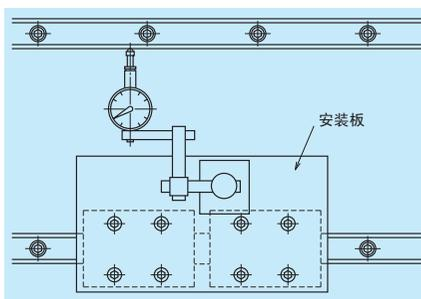

图 10.15 平行度测试
③ 底座的调整侧导轨安装面也有挡边时，请重复上述①~②的步骤进行安装。
④ 当底座的调整侧导轨安装面没有挡边时，这时要将如图 10.15 所示的暂用工作台固定在基准侧导轨的滑块上，以它为基准用千分表一边从导轨端检查调整侧导轨的平行度，一边紧固螺栓。
即使在调整侧导轨安装面有挡边时，也可以按照图 10.15 所示的方法，确认 2 根导轨的平行度。